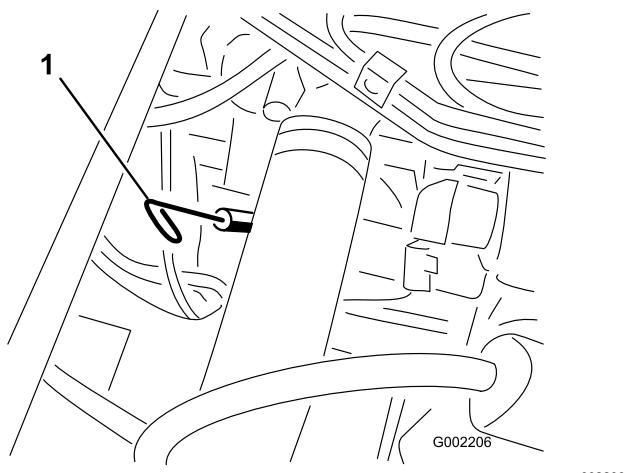

Figure 18
2. Retirez la jauge, située sous le siège du passager, et essuyez-la sur un chiffon propre (Figure 18).